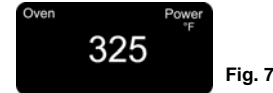

Fig. 7
2. Appuyez sur le bouton Augmentation/Diminution pour régler la température pour le rôti. (Fig. 7)